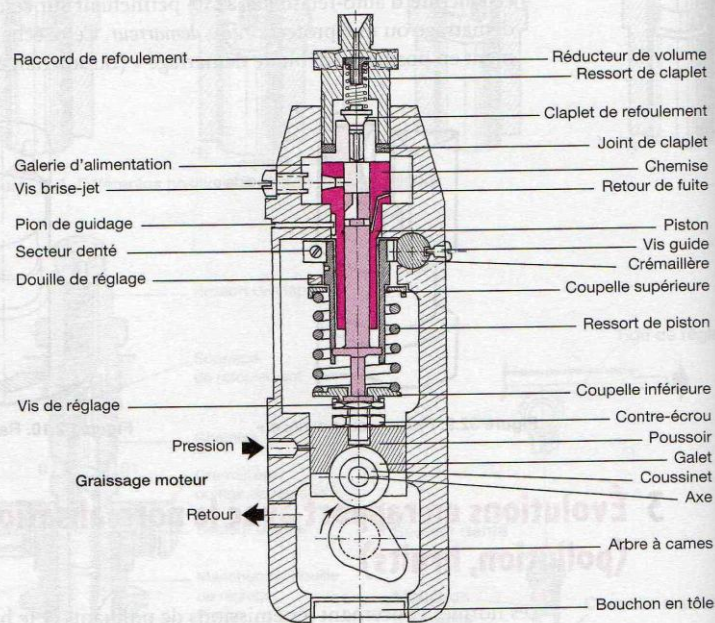

Figure 32.13. Pompe Bosch, taille « A » avec graissage moteur
- taille « A » : à l'aide d'une vis et d'un contre écrou ou d'une pastille interchangeable, sur le poussoir (fig. 32.13) ;
Mis à part la pompe de taille « A » (fig. 32.13), aujourd'hui pratiquement abandonnée au profit soit des *pompes distributrices*, ou des tailles « MW », les modèles sont choisis en fonction des pressions à supporter, et des caractéristiques propres à chaque moteur.